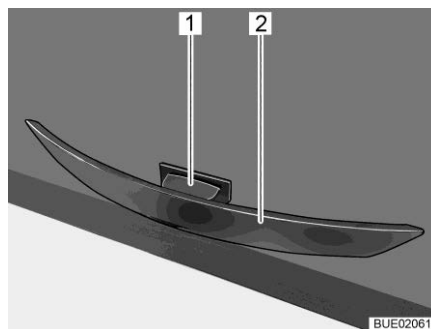

Bild 84 Handtag med frigöringsknapp
- Tryck på frigöringsknappen (Bild 84,1) och håll den intryckt.
- Öppna skåpluckan genom att dra i handtaget (Bild 84,2).